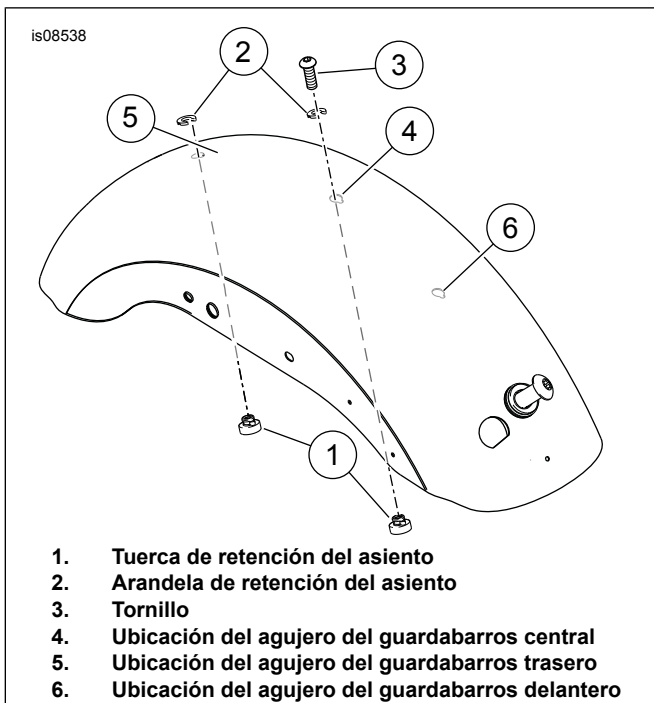
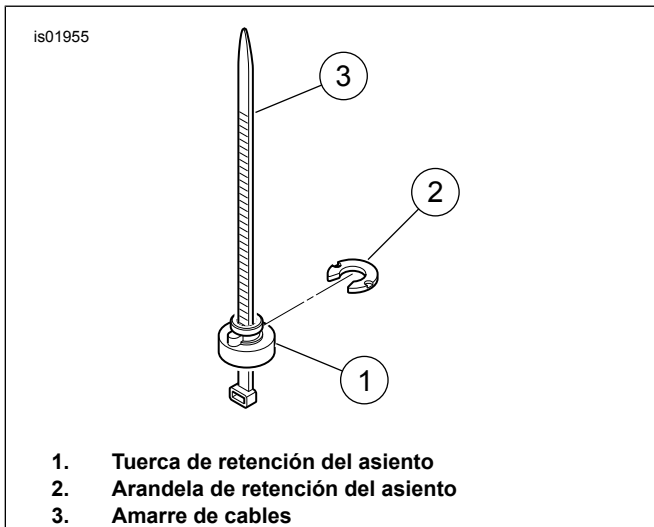
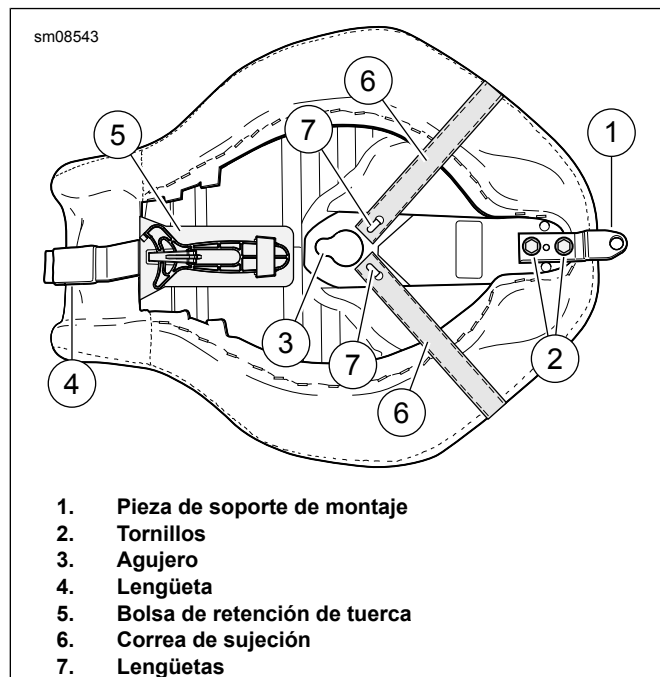
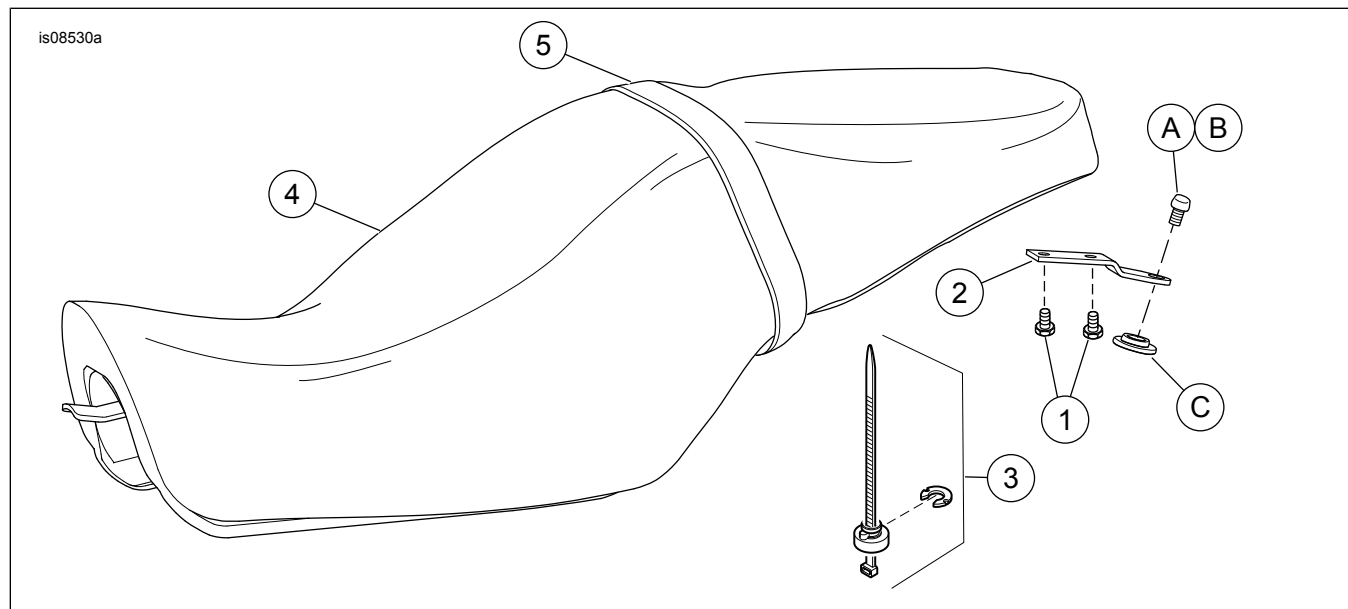

Figura 1. Ubicación de la arandela y la tuerca de retención del asiento
Figura 2. Tuerca de retención del asiento, arandela y herramienta
Figura 3. Pieza de soporte, tornillos, ranura de asentamiento, lengüeta y correa de sujeción
Figura 4. Piezas de servicio: Asiento XL
Vea Figura 4 y Tabla 1.
2. Para los modelos con llave de ajuste de fábrica almacenada en la cama del asiento, extraer la llave del asiento del equipo original. Ver Figura 3. Instalar la llave en la bolsa de retención de tuerca (5).
1. Ver Figura 3. Instalar la correa de sujeción (6) en la parte inferior del asiento. Enganchar un lado de la correa de sujeción sobre la lengüeta (7) en la parte inferior del asiento. Enganchar la correa de sujeción sobre el asiento. Enganchar el lado restante a la otra lengüeta.
- a. **Para los modelos XL 883N, XL 1200V y XL 1200X:** Ver Figura 1 e Figura 4. Extraer el tornillo (3) de la ubicación del agujero trasero (5). Guarde el tornillo para la instalación. Coloque el asiento con la arandela guía (número de pieza 7487) debajo de la lengüeta de montaje del asiento. Monte el asiento con el tornillo existente (número de pieza 3085) en el agujero trasero del tornillo. Ajuste a tornillo 2,3-4,5 Nm (20-40 lb-pulg.).
- b. También puede usarse la pieza de soporte de montaje (número de pieza 5176-97A). **Para los modelos XL 883L:** Ver Figura 1. Instalar el kit de retención del asiento en la ubicación del guardabarros trasero (5). Ver Figura 2. Puede usarse una correa de cables (3) como herramienta de instalación. Colocar la tuerca de retención (1) sobre la correa de cables. Colocarla de manera que el extremo ancho de la tuerca descansa sobre el ojal de la correa de cables. Pase la correa de cables hacia arriba debajo del guardabarros y a través del agujero del guardabarros. Tire hacia arriba de la correa de cables para sostener la tuerca de ajuste apretada contra la parte inferior del guardabarros. Monte el asiento utilizando el tornillo del asiento del equipo original. Ajuste a tornillo 2,3-4,5 Nm (20-40 lb-pulg.).
- a. Ver Figura 1. Si la tuerca de retención está instalada en el agujero del medio (4): Monte el asiento utilizando el tornillo del asiento del equipo original. Ajuste a tornillo 2,3-4,5 Nm (20-40 lb-pulg.).
- b. Ver Figura 1. Instalar el kit de retención del asiento en la ubicación del guardabarros central (4). Ver Figura 2. Puede usarse una correa de cables (3) como herramienta de instalación. Colocar la tuerca de retención (1) sobre la correa de cables. Colocarla de manera que el extremo ancho de la tuerca descansa sobre el ojal de la correa de cables. Pase la correa de cables hacia arriba debajo del guardabarros y a través del agujero del guardabarros. Tire hacia arriba de la correa de cables para sostener la tuerca de ajuste apretada contra la parte inferior del guardabarros. Monte el asiento utilizando el tornillo del asiento del equipo original. Ajuste a tornillo 2,3-4,5 Nm (20-40 lb-pulg.).
1. Ver Figura 3. Inclinar la parte delantera del asiento nuevo en su lugar para que la lengüeta (4) enganche la ranura en la ubicación de montaje trasero del tanque de combustible.
2. Empujar el asiento hacia adelante. Girar la parte trasera del asiento hacia abajo hasta que el asiento haga contacto con la estructura. Flexionar el asiento ligeramente en el centro y deslizarlo hacia atrás hasta que la ranura de asentamiento (3) en la parte inferior del asiento enganche con el poste central del asiento en la estructura.
4. Vea Figura 4. Instale el tornillo de montaje del asiento (A). Ajuste a tornillo (A) 2,3-4,5 Nm (20-40 lb-pulg.)